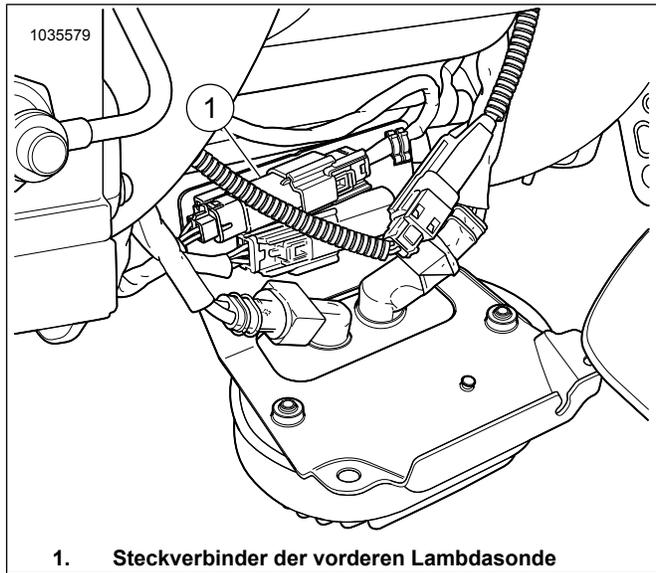

Abbildung 32. Position der vorderen Lambdasonde
Siehe Abbildung 32. Den Spannungsregler an der vorderen Abdeckung öffnen und den Steckverbinder (1) der Lambdasonde abziehen. Das Steckverbindergehäuse aus der Elektriztafel entfernen.